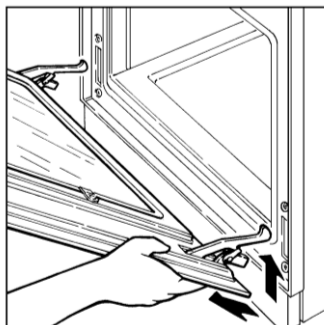

Рис.4
- слегка приподнять дверку и снять ее (Рис. 4)